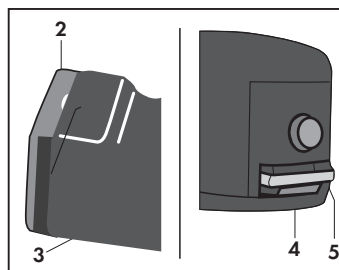

Fig. 9
- Chiudere lo sportello (2) contro il fianco dell'attacco rapido (3) assicurandosi che i due particolari (4 -5) si aggancino (**Fig. 9**). Da questa presa è possibile erogare vapore detergente e/o aspirare.